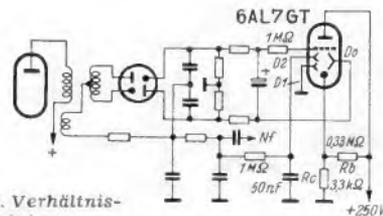
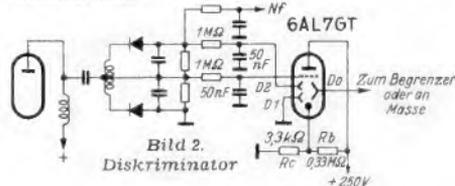

Bild 1. Verhältnis-Demodulator
Bild 2. Diskriminator
H. B. Karplus gibt die hier wiedergegebenen beiden Schaltungen an, mit denen eine wirklich befriedigende Abstimm- anzeige bei Anschaltung an FM-Modemodulatoren möglich ist. Beiden gemeinsam ist, daß die Abstimmanzeigeröhre normalerweise fast gesperrt ist und durch eine positive Spannung, die aus der Demodulatorschaltung gewonnen und mehr oder weniger geöffnet wird. Bild 1 zeigt ein Beispiel für einen Verhältnis-Demodulator (Ratiodetektor). Der Serienwiderstand am Gitter der 6AL7GT (1 MΩ) verhindert ein zu starkes Anwachsen des Anodenstroms bei starken Signalen. Die Diskriminatorschaltung nach Bild 2 wird zweckmäßig mit Kristalldioden aufgebaut,